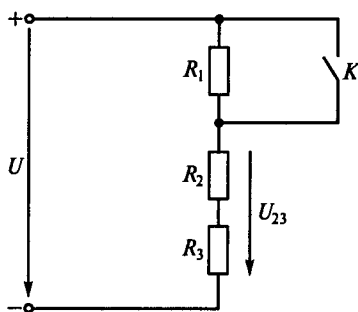

Рис. 27
**1.41.** Как в схеме на рис. 27 изменится напряжение  $U_{23}$  на резисторах  $R_2$  и  $R_3$ , если замкнуть ключ  $K$ ?